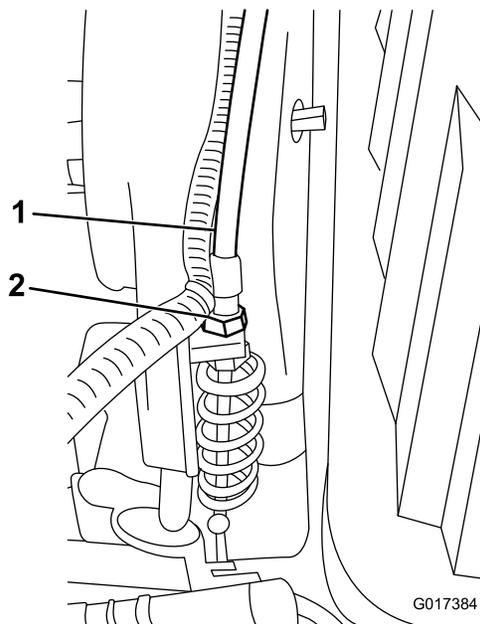

図 44
3. トランスミッションのバルクヘッド部で、リールコントロールのケーブル 図 44 を調整するスプリングの長さが 70.6-72.4 mm になるように調整する。